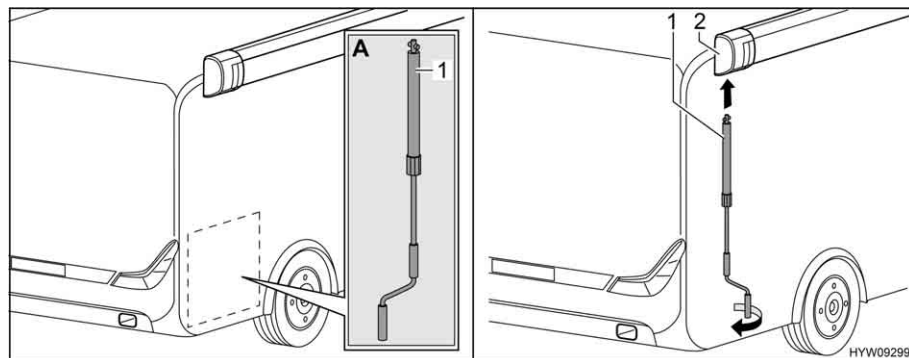

Fig. 22 Applicazione manovella
- Prelevare la manovella (Fig. 22,1) dal garage di coda (Fig. 22,A).
- Inserire la manovella nel supporto a baionetta (Fig. 22,2) della tenda.